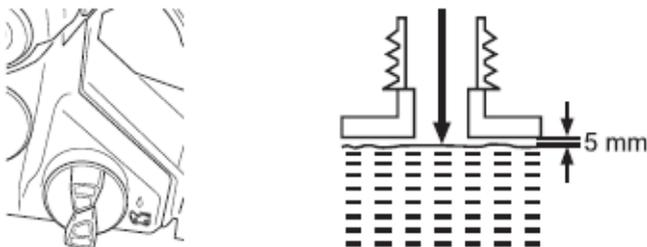

Fig. 13
- Posez l'appareil sur une surface adaptée, avec le bouchon du réservoir d'huile pour chaîne(28) tourné vers le haut.
- Dévissez et retirez le bouchon du réservoir d'huile pour chaîne (28).
- Ne remplissez pas trop le réservoir. Laissez environ 5 mm d'espace au bord inférieure pour laisser le lubrifiant se répandre. (Fig.13)
- Essuyez les éclaboussures de lubrifiant à l'aide d'un chiffon doux et réinstallez le bouchon du réservoir d'huile pour chaîne. (28).